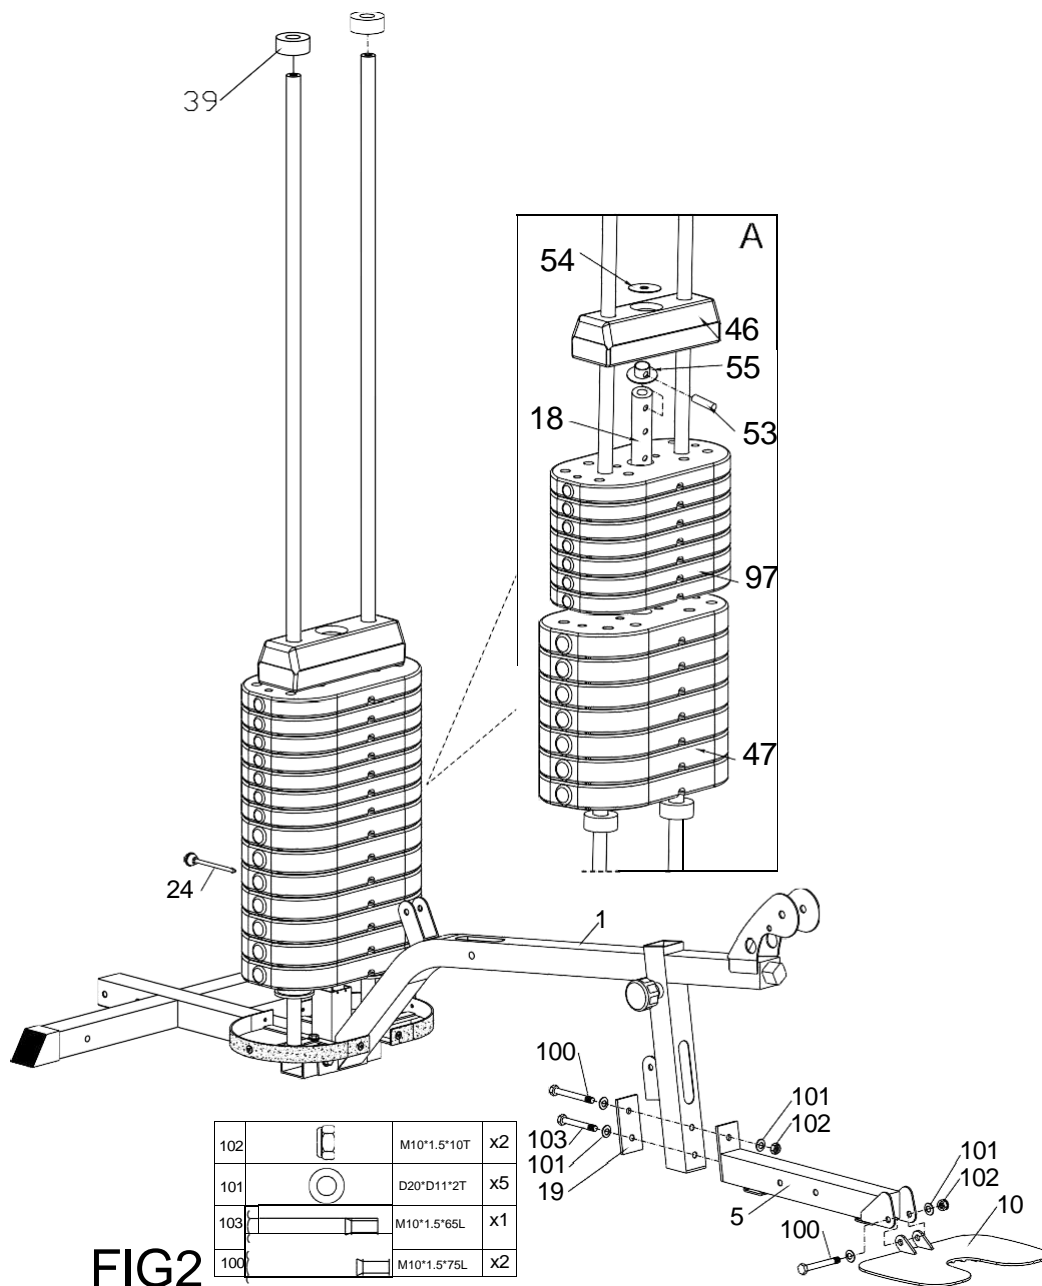

FIG 2
- 2) Suportul de picioare poate fi reglat vertical ca in fig. 2.